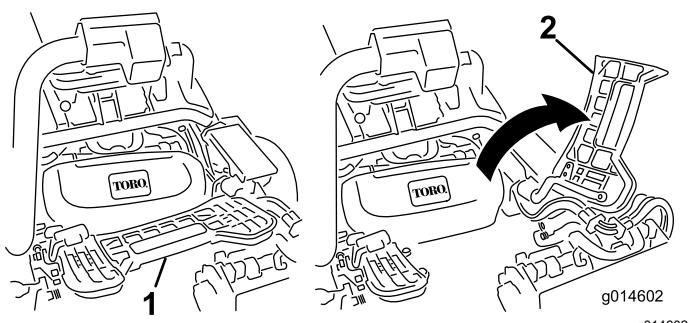

Bild 46
1. Heben Sie die Fußplattform an und schwenken sie in die geöffnete Stellung, um die Stellung der mittleren Schneideeinheit zugänglich zu machen (Bild 46).